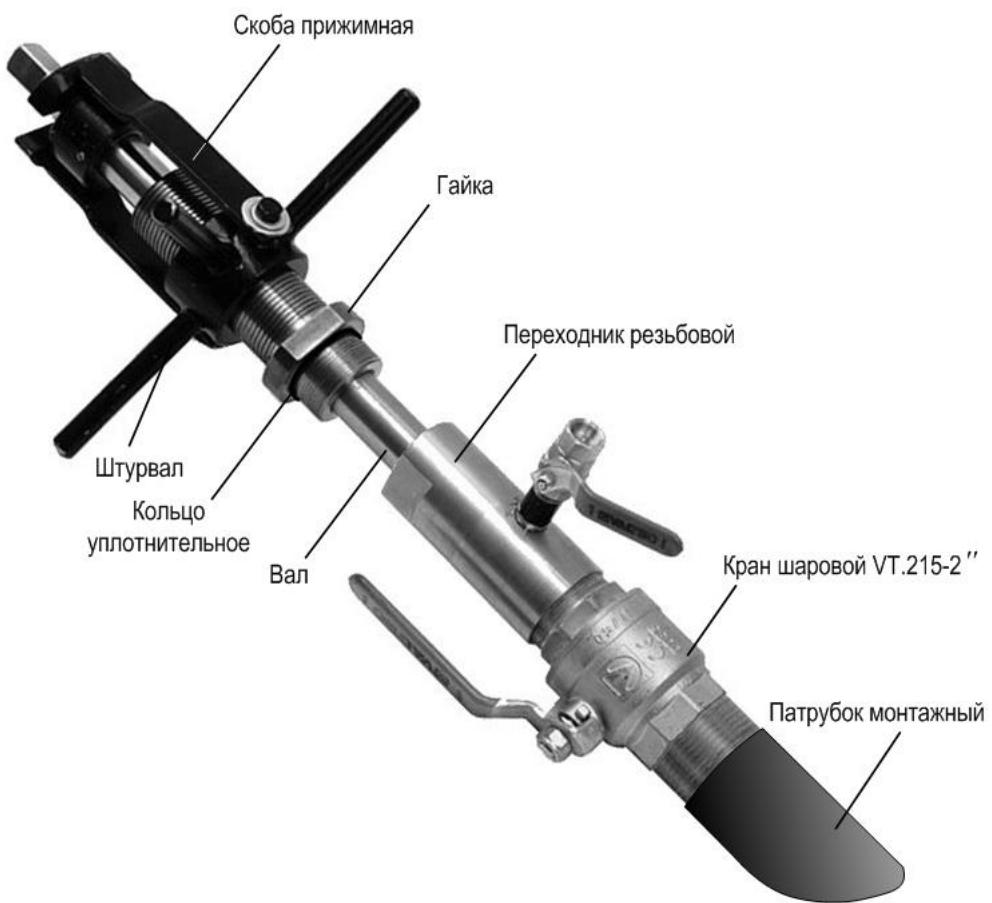

Рис.7. Установка устройства УВМД на переходник резьбовой.
4.3.6. Установить устройство УВМД на переходник резьбовой. Для чего вал устройства УВМД аккуратно (чтобы не повредить сверло и резьбу на патрубке монтажном) через канал в переходнике резьбовом и кран шаровой VT.215-2" ввести в патрубок монтажный (рис.7).